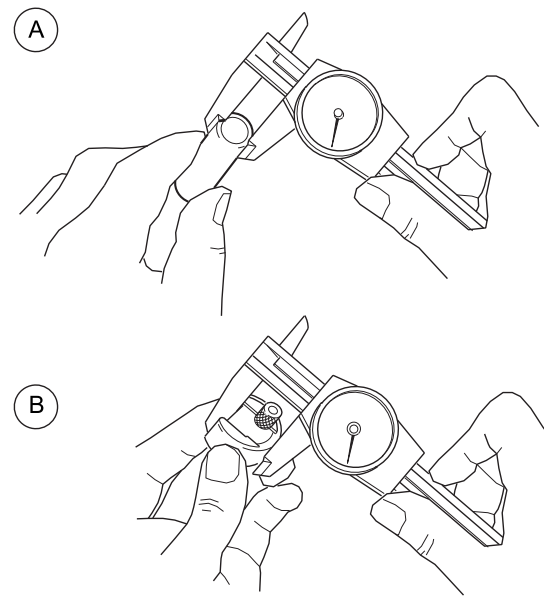

図8：アーク・ギャップ・ゲージを設定する
1. ノギスまたはマイクロメーターを使用して、溶接物の外径サイズを測定します。図8 (A) をご参照ください。M200 パワー・サプライの場合、溶接条件の「自動作成」機能を使用すると、アーク・ギャップ・ゲージ設定値を自動で計算します。
3. アーク・ギャップ・ゲージを調節して 124 ページの表の設定値に合わせます。図8 (B) をご参照ください。